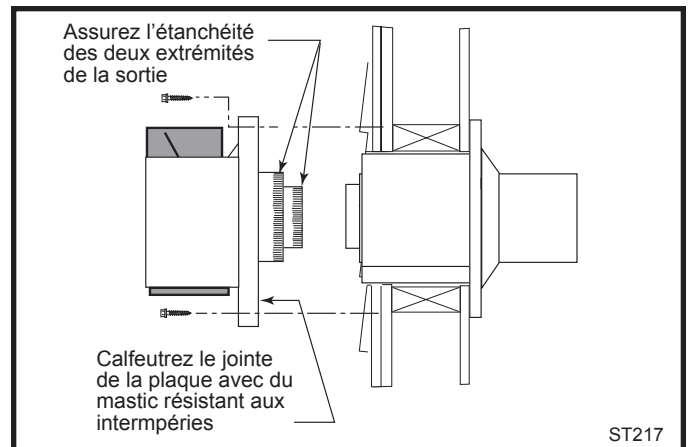

Fig. 28 Installez la sortie de ventilation.
10. **Composants de ventilation Vermont Castings Group et DuraVent:** Installez la sortie de ventilation. (Fig. 28) Appliquez du mastic haute température à 25 mm (1 po) des extrémités des colliers intérieur et extérieur. Insérez les colliers de la sortie de ventilation intérieure et extérieure dans les conduits adjacents. Assurez-vous encore une fois que les conduits de ventilation chevauchent les colliers sur une longueur de 51 mm (2 po). Fixez la sortie au mur au moyen des vis prévues à cet effet, puis calfeutrez le joint avec du mastic résistant aux intempéries.